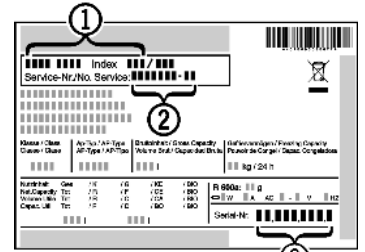

Fig. 56
- ▶ назва пристрою Fig. 56 (1), сервісний номер Fig. 56 (2) та серійний номер Fig. 56 (3) вказані на заводській табличці. Заводська табличка знаходиться всередині пристрою, ліворуч.